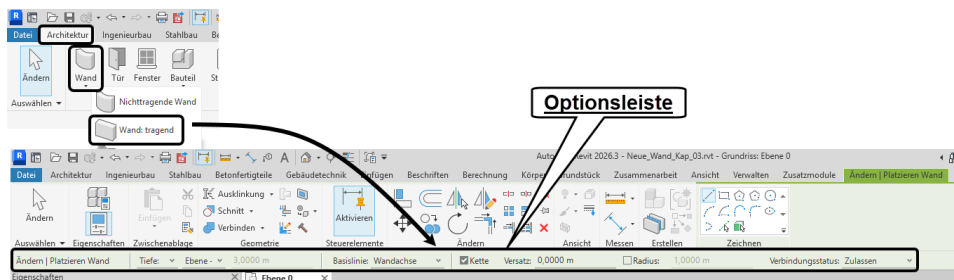
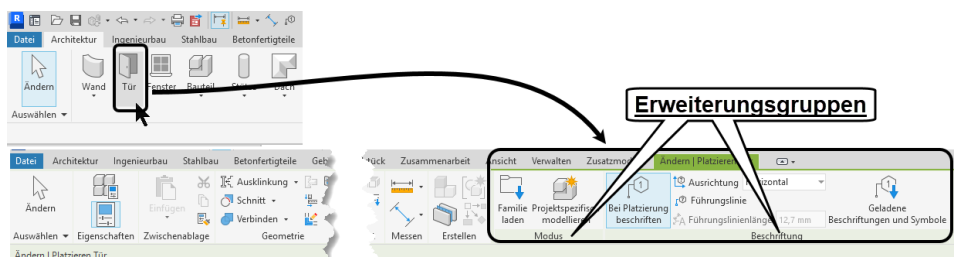

Abb. 1.28: Befehl TRAGENDE WAND mit Optionsleiste für wichtige Einstellungen
Abb. 1.30: Befehl TÜR ohne Optionsleiste, nur mit Erweiterungsgruppe für wichtige Einstellungen
- ggf. die *Flyouts* ❷ der Werkzeuge, sofern es Varianten des Werkzeugs gibt
- ggf. die *Typen-Auswahl* ❸ für verschiedene Objekttypen, wenn Sie etwas erstellen
- die *EIGENSCHAFTEN* ❹ mit den für das Objekt wählbaren und einstellbaren Parametern
- die *OPTIONSLEISTE* ❺ mit den wichtigsten Einstellungen des Werkzeugs und/oder bei einigen Befehlen eine Erweiterungsgruppe mit diesen Einstellungen (siehe Abbildung 1.28 bis Abbildung 1.30),
- ggf. die *Bearbeitung* und das *Duplizieren* von *Typen* ❻, wenn Sie Eigenschaften brauchen, die nicht über *EIGENSCHAFTEN* modifizierbar sind, sondern nur durch Änderungen am Typ festgelegt werden können
- die *STATUSLEISTE* ❼ mit den Eingabeaufforderungen des Werkzeugs, damit Sie wissen, was als Eingabe nun verlangt wird